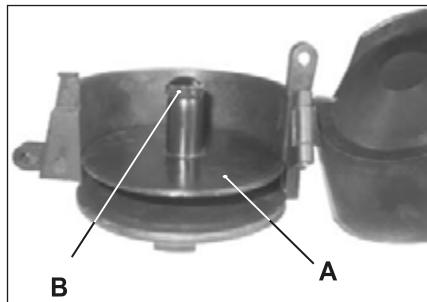

Рисунок 3
2. Откройте крышку магазина и установите опорную пластину (A) путем вращения регулировочной гайки (B) в нужное положение в соответствии с длиной гвоздей (рис. 3).